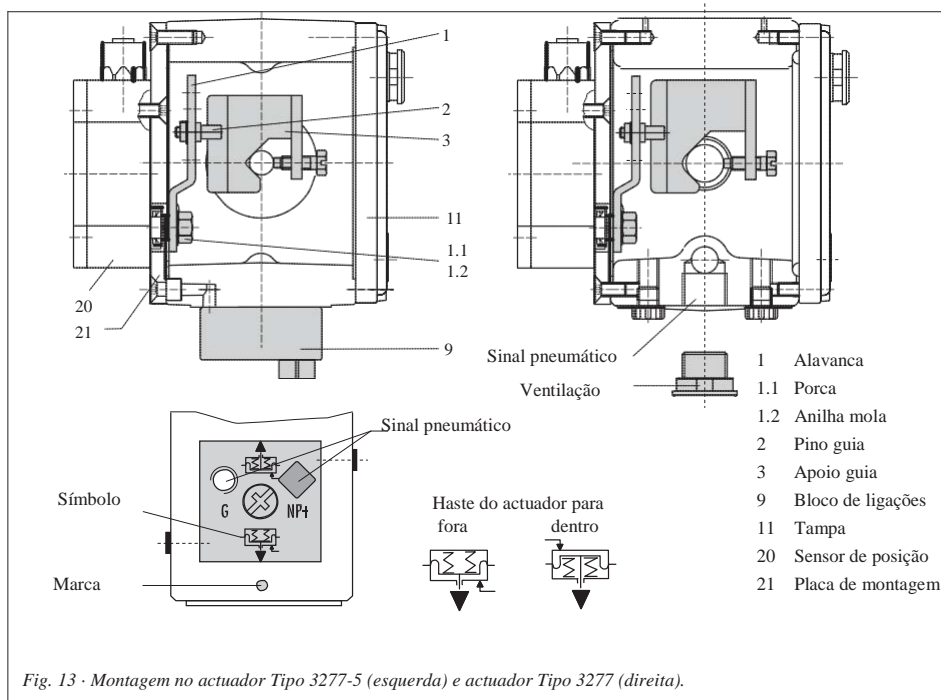

Fig. 13 · Montagem no actuador Tipo 3277-5 (esquerda) e actuador Tipo 3277 (direita).
O sinal pneumático do posicionador é transmitido através da ligação pneumática do bloco de ligações (9, Fig. 13 à esquerda) à câmara da membrana do actuador. Para efectuar a montagem, primeiro aparafuse na arcada o bloco de ligações (9) incluído nas peças de montagem.
- Rode o bloco de ligações (9) de forma que o símbolo correspondente à acção de segurança correcta, “Haste do actuador para fora” ou “haste do actuador para dentro” fique alinhado com a marca existente (Fig. 13, em baixo).
- Certifique-se que a junta do bloco de ligações (9) está correctamente colocado.